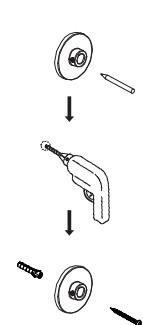

Figura 12
- c) Installare il supporto a parete nella posizione contrassegnata (Figura 12). Coprire la barra termostatica della doccia per evitare la polvere.